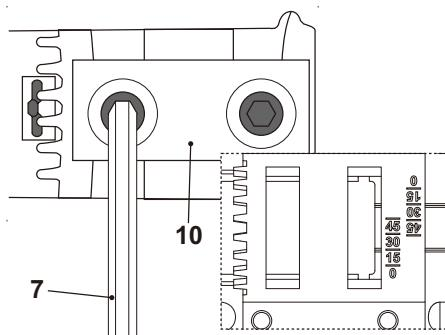

Fig. 12
Para ajustar la placa base, afloje el tornillo con la llave hexagonal (7) suministrada, deslice la placa base (10) ligeramente hacia adelante, hacia la parte delantera de la herramienta, y luego gire hasta el ángulo deseado. (Fig.12). Las ranuras de retención mantendrán el reposapiés firmemente a 45°, existen marcas de posición adicionales para ángulos de 15° y 30°. El número de grados a ajustar está grabado en la placa base. Deslice la placa base hacia delante hasta que los dientes encajen. Después de posicionar la placa base, apriete bien el tornillo. Compruebe que la placa base está bien sujetada. Vuelva a colocar la batería (consulte Colocar la batería).